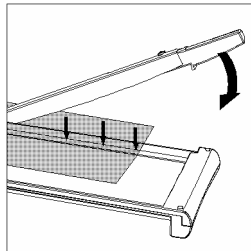

Bild 2
- 4 Legen Sie das zu schneidende Material an die gewünschte Position unter die Andruckleiste und drücken Sie diese nach unten (Bild 2).
- 5 Drücken Sie zum Schneiden mit der anderen Hand den Schneidehebel nach unten (Bild 2).